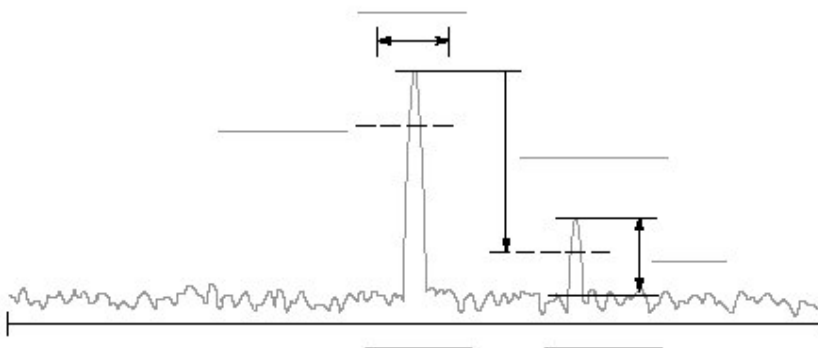

图 2-69 建立寄生信号测量
**Signal Threshold.** (信号门限) : 设置门限探测标准信号 (见图 2-69)。幅度大于此门限的信号被认为是标准信号。范围是: -100 到+30dBm。
**Ignore Region** (忽略区域) .以载体峰值为中心设置频率范围, 该中心无寄生信号以避免假寄生信号被辨识 (见图 2-69)。范围: 0 到间隔/2Hz (缺省值: 0Hz)。
**Spurious Threshold.** (寄生门限) : 设置探测寄生信号的门限 (见图 2-69)。输入与标准信号峰值相关的值。范围: -90 到-30dB。
**Excursion.** (摆幅) : 设置寄生信号幅度的偏移度 (见图 2-69)。信号幅度大于寄生门限的设置值同时大于假定 (看做) 寄生信号摆幅的设置值。范围: 0 到 30dB (缺省: 3dB)。